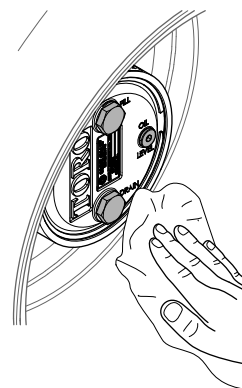

Figura 142
- tergeți carcasele mecanismului planetar și frânei (Figura 142).